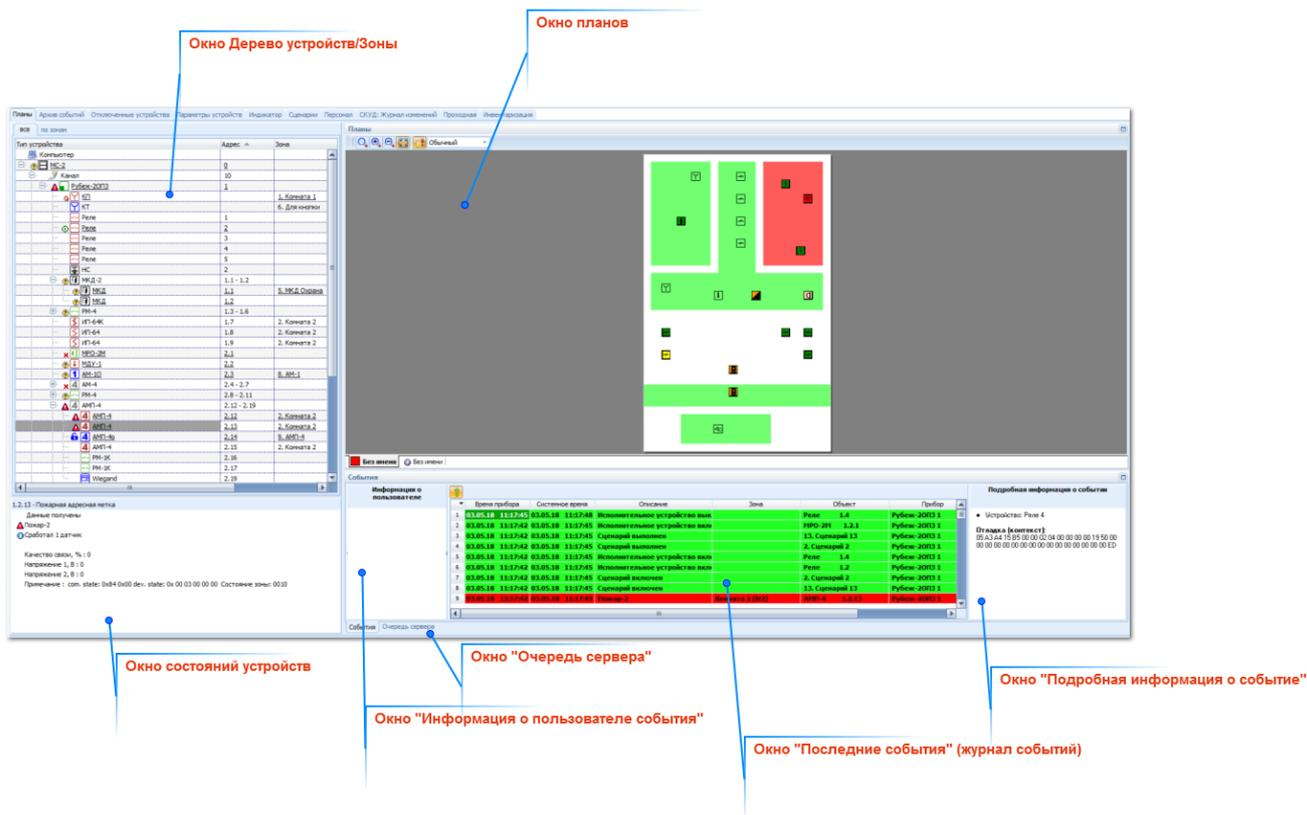

Рисунок 22.1 Окно вкладки **Планы**
Вкладка **Планы** предназначена для постоянного оперативного контроля за состоянием системы в целом (Рисунок 22.1) .
7) **Окно планов** - окно с планом помещения, графическим изображением зон и места расположения устройств, созданным в приложении «Администратор» (Рисунок 22.1). На плане цветом наглядно отображается состояние зоны. Цвет зоны идентичны цветам состояния системы (См. Таблица 2). Рабочая область содержит вертикальную и горизонтальную полосы прокрутки изображения. Существует возможность вписать план в размер рабочей области. С помощью вкладок в нижней части окна с планом можно переходить между существующими планами. Кнопки переключения между планами-помещениями окрашиваются в цвет, соответствующий состоянию помещения, которое определяется как наиболее критическое (т. е. состояние с наивысшим приоритетом) из состояний зон в данном помещении. Планы помещений могут быть сгруппированы по различным признакам. Примером группы помещений может быть здания, этажи и т.д. Кнопки могут быть расположены в два ряда, где первый ряд это группы помещений, а второй ряд - сами помещения. При этом кнопки групп окрашиваются по тому же алгоритм, что и помещения. Если весь список групп или помещений не помещается на экране, то в правой части списка отображаются кнопки прокрутки.